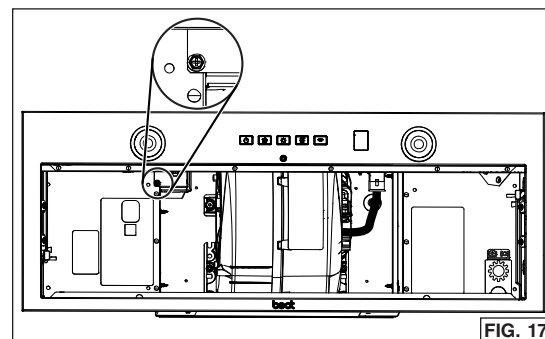

FIG. 17
5. Retirer et se défaire de la vis encrclée dans la FIG. 17. NOTE: Cette vis peut être présente ou pas.